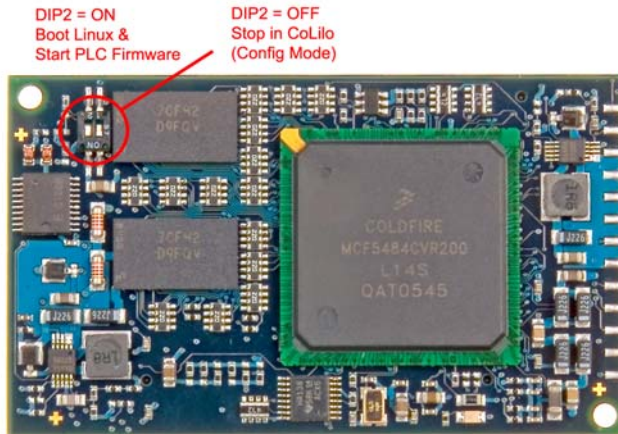

Bild 6: Lage und Bedeutung des DIP-Schalter 2 auf dem ECUcore-5484
- (1) **DIP2 = "Off" und /BOOT = "High"** DIP2: siehe Bild 6, /BOOT: siehe Manual L-1177, DIP2 und "/BOOT" sind parallel geschaltet
- (2) **Empfang eines SPACE-Zeichens (ASCII 20H) innerhalb 1 Sekunde nach Reset**
Bild 6 zeigt die Lage und Bedeutung des DIP-Schalters 2 auf dem ECUcore-5484. Da dieser DIP-Schalter im eingebauten Zustand des Moduls unter Umständen schwer zugänglich sein kann, ist das damit verbundene Portpin des Prozessors parallel dazu auch als Anschluss "/BOOT" am Steckverbinder des ECUcore-5484 verfügbar (siehe Hardware Manual ECUcore-5484, Manual-Nr.: L-1177).